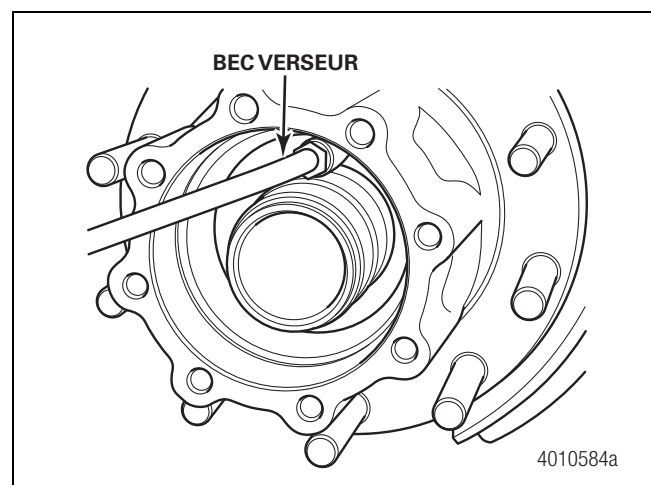

Figure 7.2
- Insérer un bec verseur de remplissage dans l'alvéole de moyeu avant d'y verser environ 177 à 266 ml (6 à 9 oz) de lubrifiant pour arbre. Figure 7.2.